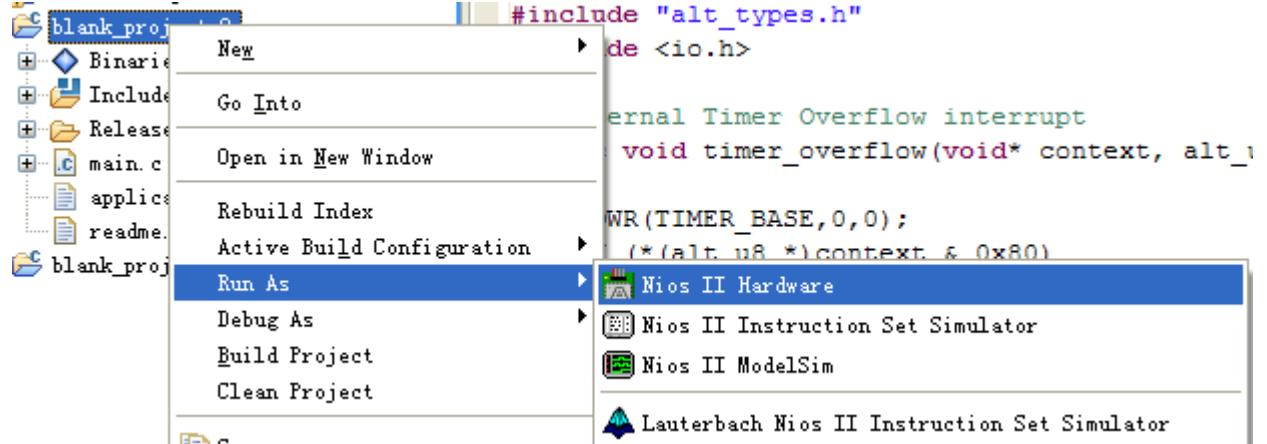

图 7-16 下载运行 C 程序
22. 右击 blank\_project\_0, 选择 Run As ->Nios II Hardware 如图 7-16。